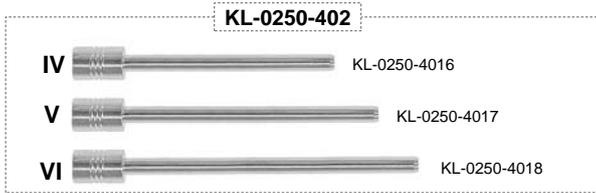

Abb. 2: Grundkörper montiert
2. Sechskant-Mutter von der Klemmschraube abschrauben. (Abb.2 Pfeil)
3. Grundkörper Pos.1 wie in Abb.2 dargestellt vorsichtig am Achsschenkel ohne Gewintheadapter Pos.2 und ohne Druckschraube Pos.3 montieren. Gummimanschetten nicht beschädigen. Bei richtiger Montage des Grundkörpers Pos.1 befindet sich dann die Klemmschraube in der Mitte der Gewindebohrung. (Abb.2 Pfeil)